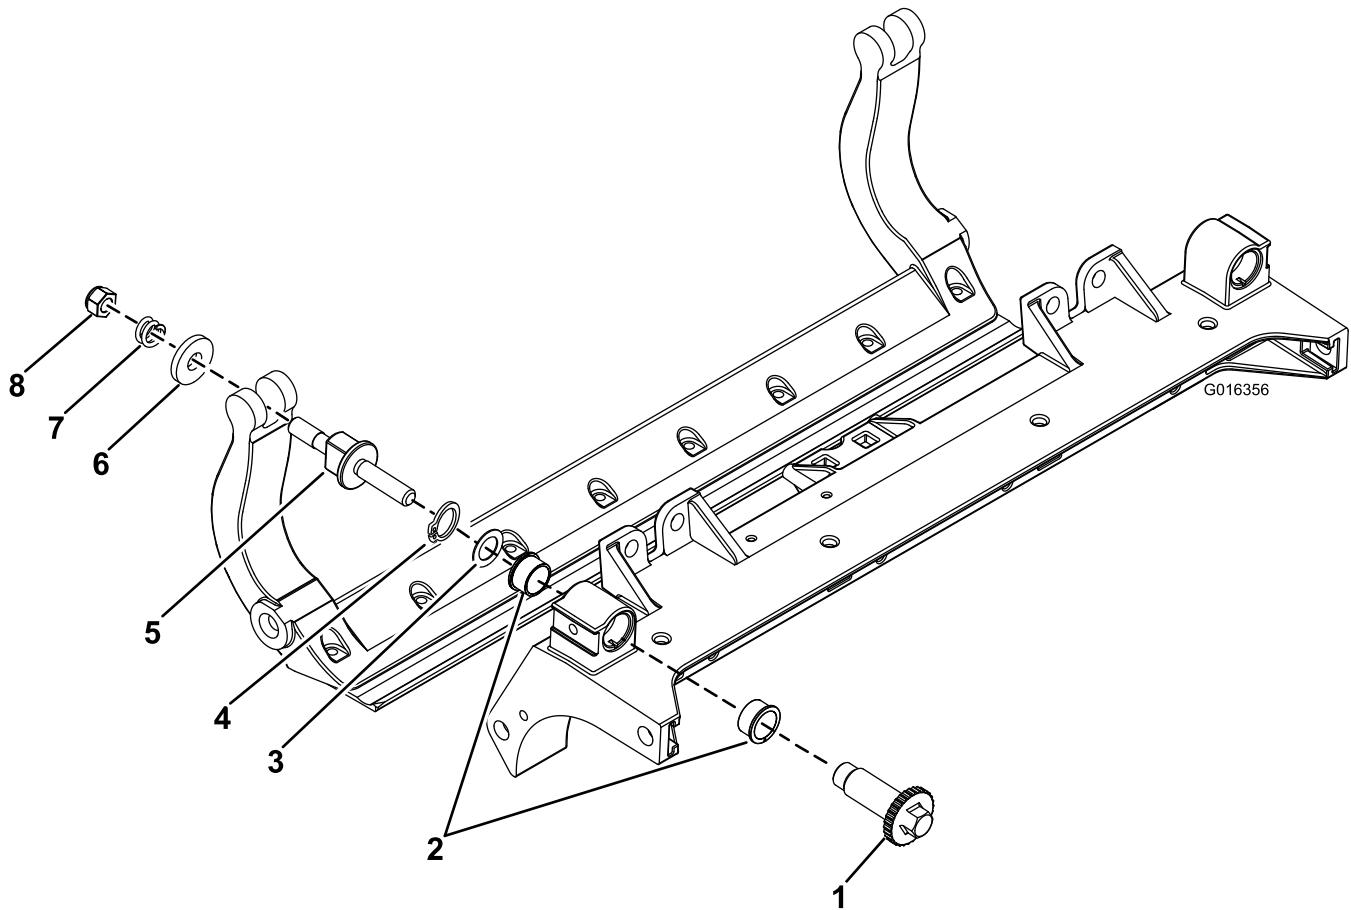

Figura 4
4. Rimuovete il dado di tensione della molla, la molla di compressione e la rondella dalla vite del dispositivo di regolazione della barra di appoggio (Figura 4).
rimuovete l'albero dal telaio dell'apparato di taglio (Figura 4).
9. Rimuovete le boccole flangiate dal telaio centrale dell'apparato di taglio (Figura 4).
7. Svitate l'albero del dispositivo di regolazione della barra di appoggio dalla vite del dispositivo di regolazione della barra di appoggio (Figura 4). L'albero del dispositivo di regolazione della barra di appoggio è sinistrorso.